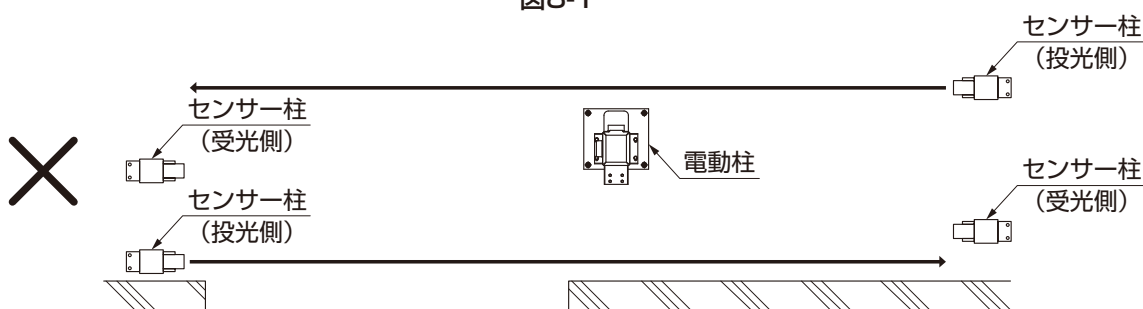

図8-2
- センサーの特性上、図8-2、8-3のような組付け時には、センサーが誤作動したり、引戸が開閉しなくなりますのでセンサーは必ず光軸を合わせて取付けてください。(図8-2、8-3参照)